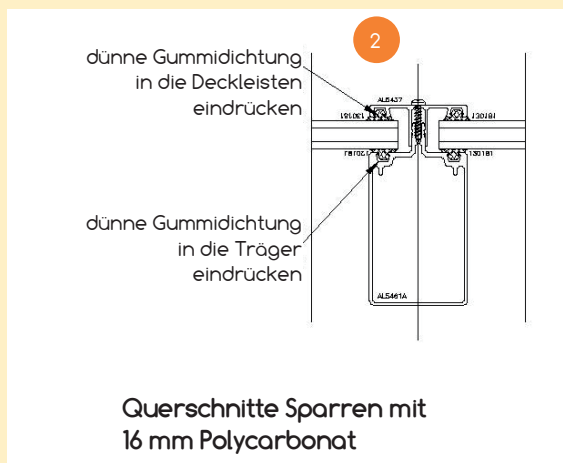

Abb. 26
- 6.6 Legen Sie die Klickleiste (r) auf den Sparren und klicken sie fest, Abb. 26